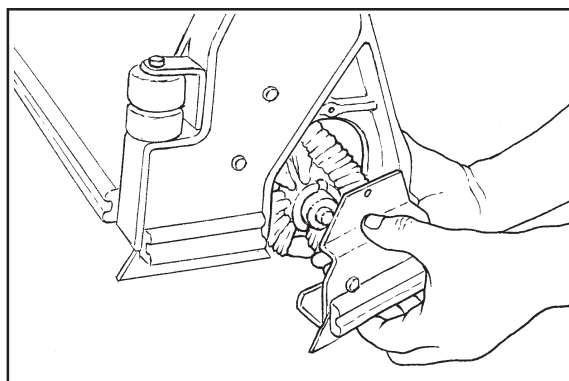

Figure 23
5. Abaissez la porte d'environ 1 cm et retirez de l'axe la porte et l'assemblage du support en les faisant glisser (figure 23).